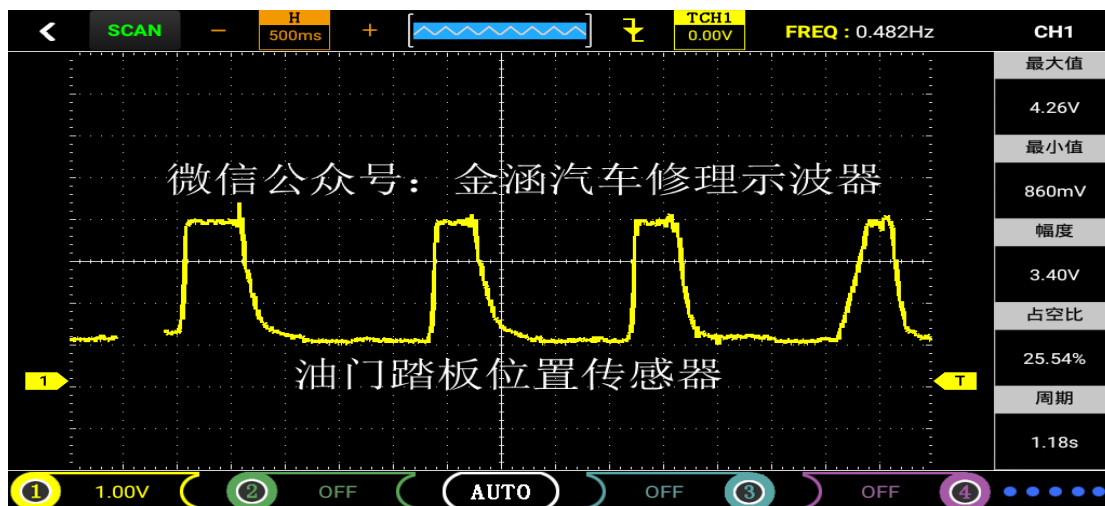

图18
- ①同曲轴位置传感器。
- ②进入主菜单界面后选择“传感器”，然后进入子菜单点击选中“爆震传感器”，进入示波器界面。（注：如示波器界面卡住，等待几秒即可进入）
- ③将探头接到示波器CH1且探头调置1X档，然后接地夹接到信号地或搭铁。
- ④由于示波器“爆震传感器”功能已默认好设置（探头档1X，时基档500us）只需将探头接到对应的信号然后用小木棍敲击缸体即可直观的显示波形。
- ⑤点击“CH1”，可以查看各项数值和配置（配置已默认）
- ⑥显示的波形可以自行通过调节时基、垂直伏/格和触发方式实现自己的需求（时基、垂直伏/格和其他的具体操作方法请参考通用示波器操作）
- ②进入主菜单界面后选择“传感器”，然后进入子菜单点击选中“油门踏板”，进入二级子菜单点击“滑动变阻式”、“霍尔式”或“电涡流式”即可进入示波器界面。（注：如示波器界面卡住，等待几秒即可进入）
- ③将探头接到示波器CH1且探头调置1X档，然后接地夹接到信号地或搭铁
- ④由于示波器“油门踏板”功能已默认好设置（探头档1X，时基档500ms）只需将探头接到对应的信号即可直观的显示波形，如图18（注：由于处于“SCAN”扫描模式需要耐心等待波形扫描出来）